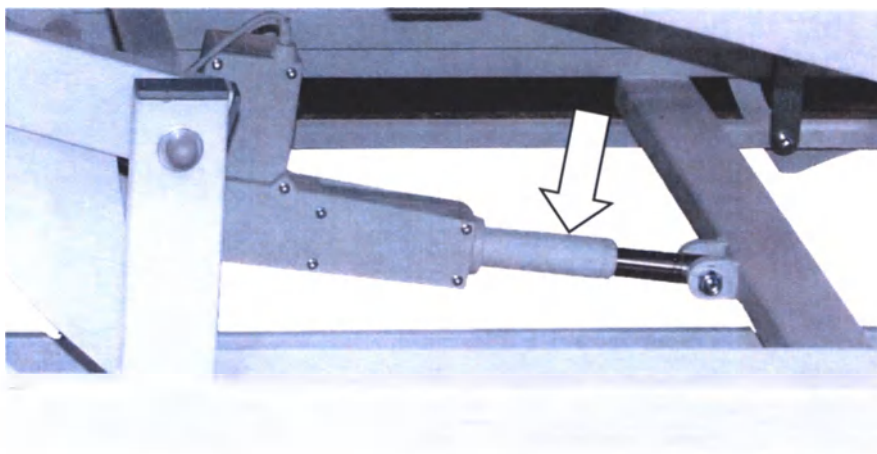

Рисунок 1 – Электропривод (актуатор) для изменения высоты стола
2. На нижней раме стола установлен электропривод (актуатор) (см. рисунок 1), который предназначен для плавной регулировки высоты лежа стола.